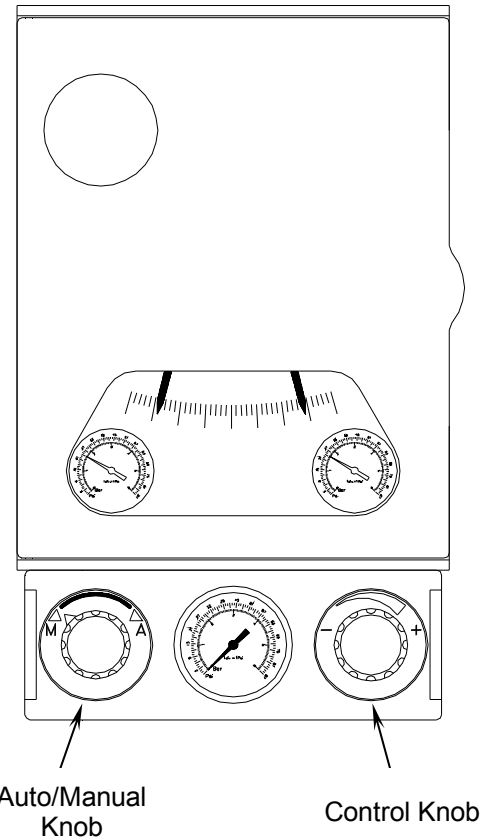

Fig. 2.3.1 " CONTROLLER WITH
2.3. AUTOMATIC/MANUAL SELECTION PANEL MOD.251 (Fig. 2.3.1 and 2.3.2)